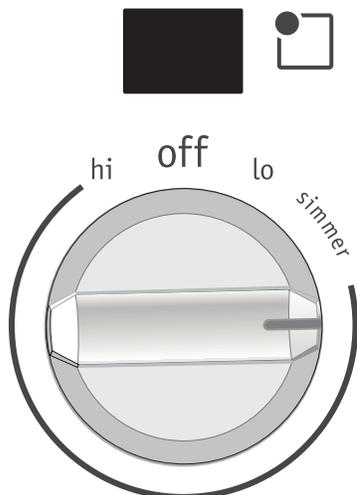

Figure 8 : Le bouton de commande illustré peut différer selon le modèle de la cuisinière
Les boutons n'ont pas besoin d'être positionnés à un réglage particulier. Utilisez les réglages fournis comme repères et ajustez le bouton de commande, au besoin. Chaque élément de surface fournit une quantité de chaleur constante à chacun des réglages. Reportez-vous au figure 8 pour connaître les réglages de puissance suggérés.
2. Appuyez sur le bouton de commande de l'élément et tournez-le dans une direction ou dans l'autre, jusqu'au réglage désiré (voir figure 8). Commencez la plupart de vos cuissons par un réglage élevé, puis diminuez la chaleur pour terminer la cuisson. Chaque élément de surface fournit une quantité de chaleur constante à chacun des réglages. Une zone de couleur rouge brillante qui dépasse du bord inférieur de l'ustensile indique que ce dernier est trop petit pour la zone de chauffage utilisé.